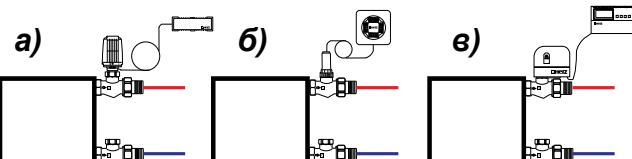

Рис. 8
19. В случае размещения терmostатов в нишах для отопительных приборов или перекрытия их декоративными экранами или занавесками необходимо предусмотреть установку терmostатической головки с выносным датчиком (рис. 8). На рис. 8а показана головка терmostата с выносным датчиком и капиллярной трубкой, на рис. 8б - головка терmostата с дистанционной регулировкой и на рис. 8в – терmostатический клапан с электротермоприводом и электронным комнатным регулятором.